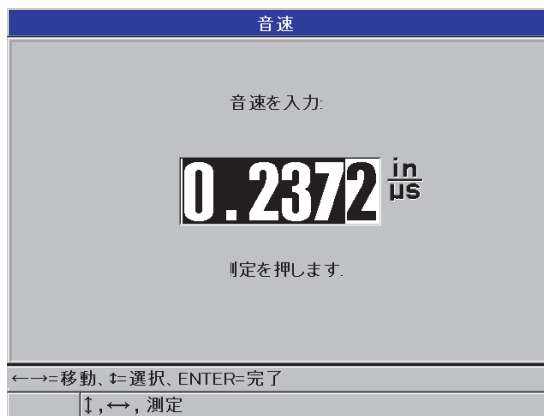

図 5-7 既知の材料音速の入力
2. 音速画面（79 ページの図 5-7 参照）で、矢印キーを使って音速を既知の値に編集します。